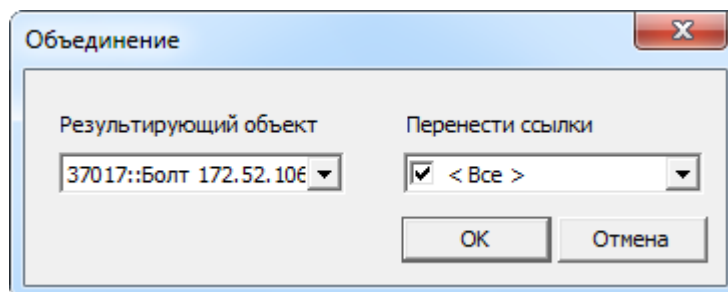

Рис. 17-39 – Диалоговое окно «Объединение»
- 3) В открывшемся диалоговом окне «Объединение» в поле «Результирующий объект» выбрать одну из отмеченных технологических карт, которую требуется оставить (рис. 17-39)